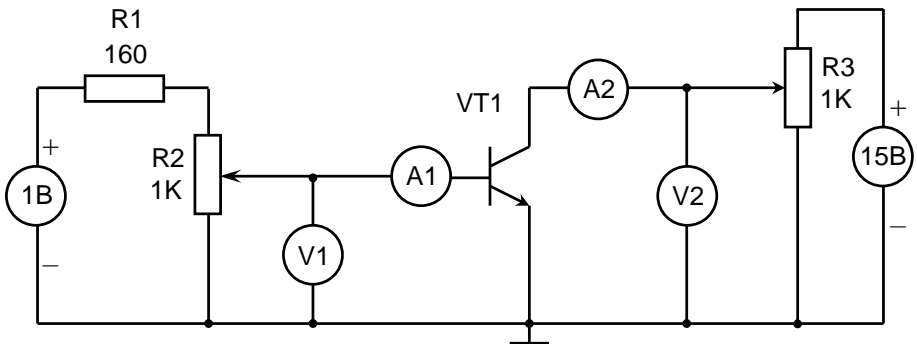

Рис. 1.6 Схема для снятия семейства входных и выходных ВАХ биполярного транзистора, включенного по схеме с ОЭ
- 2 Включить стенд, установить напряжение источников питания согласно значениям, указанным на рис. 1.6, контролируя результат по вольтметру.
3 Собрать схему для снятия семейства ВАХ биполярного транзистора в схеме с ОЭ аналогично приведенной на рис. 1.6. После разрешения преподавателя или лаборанта подать питание на лабораторный стенд.